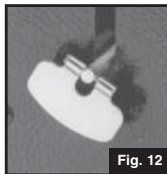

Fig. 12
- Cierre la VÁLVULA AUXILIAR (O VÁLVULAS). Mueva LA PALANCA DE ENCENDIDO hacia ARRIBA (UP). (Fig. 12 & 13)